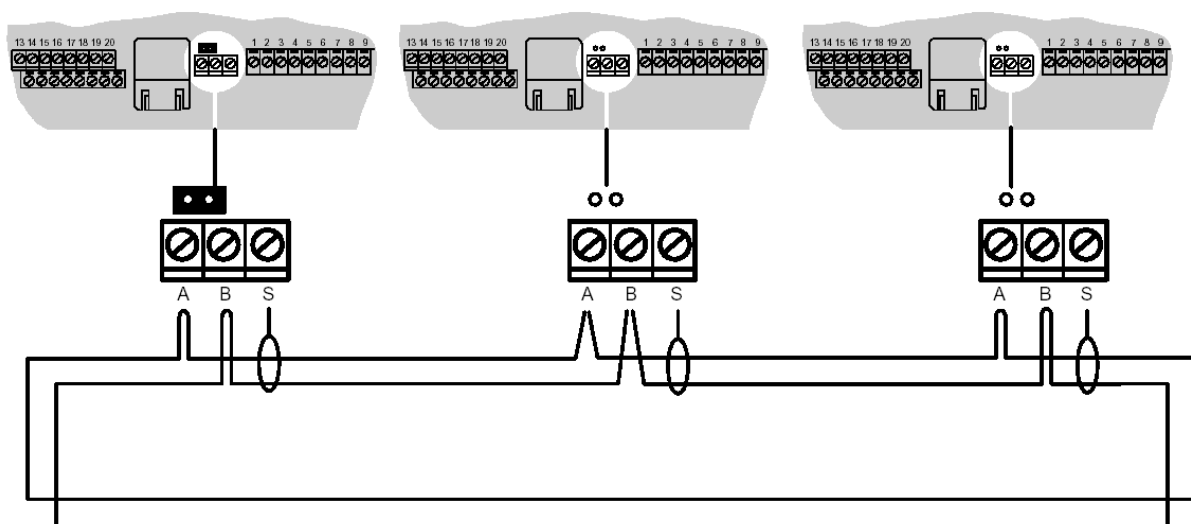

Рис. 4.4 Заземление шины XIB.
2. Соедините шину XIB с землей при помощи переключателя, которая устанавливается на контакты А и В сверху (см.рис.4.4).